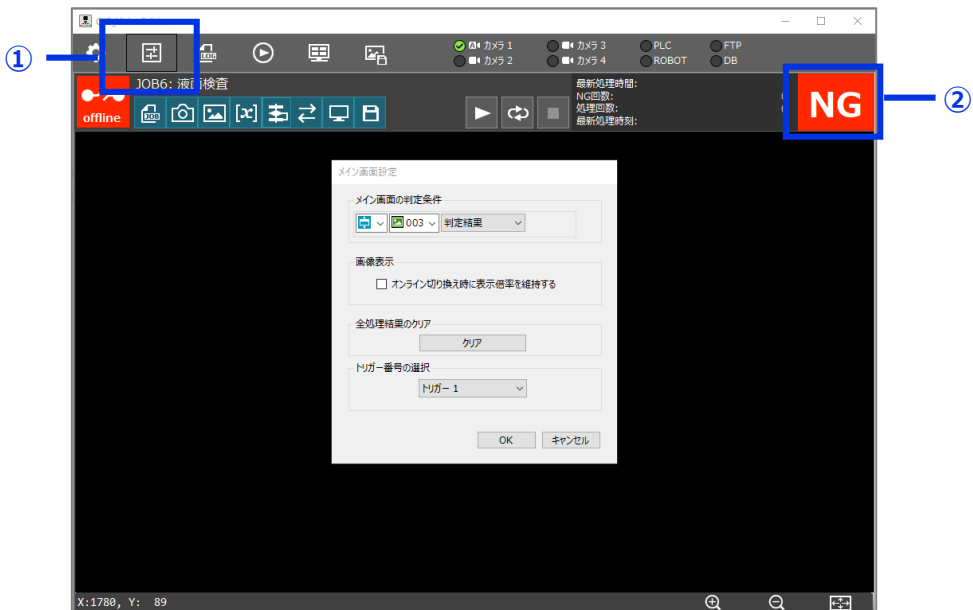

図13
- 3** メイン画面左上の①「メイン画面設定」ボタンを押します。ダイアログが表示されます（図13）ので、「メイン画面の判定条件」を「ユニット」－「エッジ位置ユニット」－「判定結果」と設定します。これでオンラインモードでフローを実行すると②メイン画面の判定結果に「エッジ位置」ユニットの判定結果が表示されます。「OK」ボタンを押してメイン画面に戻ります。